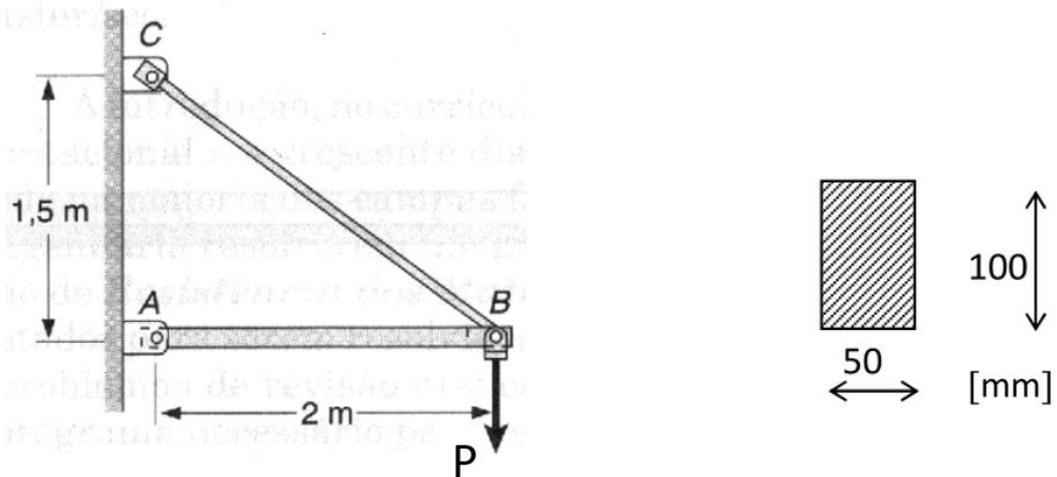

Figura 1.11
1.2.6 Determine a força P que pode ser aplicada à estrutura mostrada na Figura 1.11, para que ela resista à flambagem, sabendo que a secção transversal das barras é retangular e é constituída por um aço DIN CK 45K com $\sigma_R = 600$ MPa, $\sigma_c = 300$ MPa e Módulo de Young de 210 GPa.